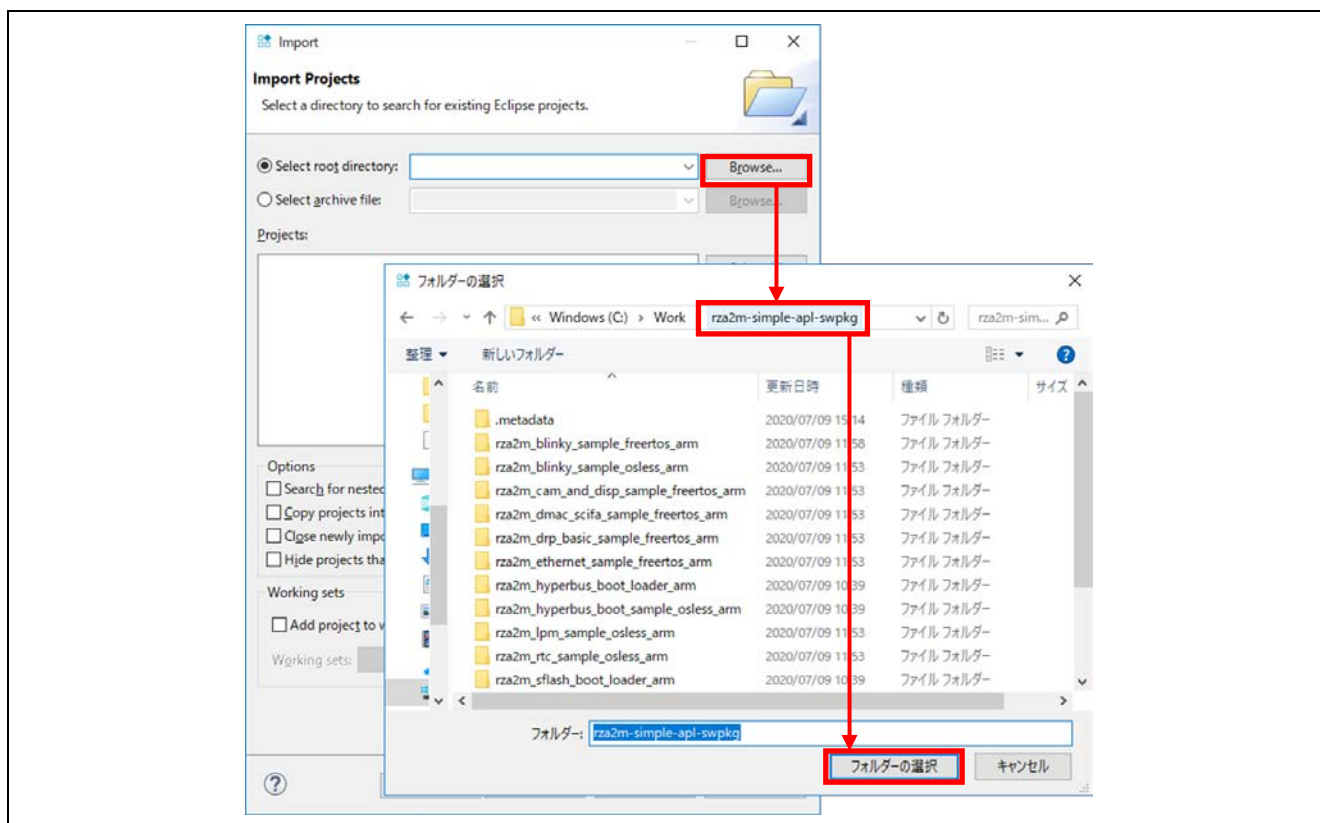

図 3-4 ルートディレクトリに選択
- "Select root directory" の右にある "Browse..." ボタンを選択すると、"フォルダーの選択" ダイアログが表示されます。各サンプルプロジェクトのサブディレクトリの上にあるトップディレクトリを選択し、"フォルダーの選択" ボタンを押してください(図 3-4)。